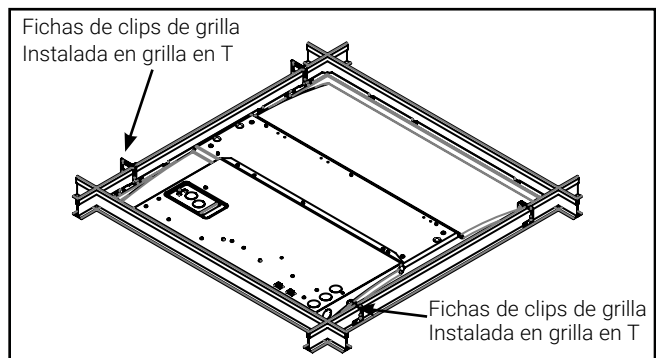

Figura 2.
3. Las placas finales de remate disponen de fichas de bloqueo de grilla. Pliegue 90° como se muestra (Figura 2).